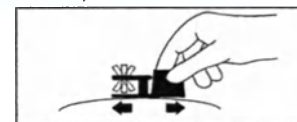

ABBILDUNG 7
- Der Pfeilrichtung auf dem Gerät folgen und die Unterseite des MAGNA-FINDER™ langsam vor- und rückwärts auf der Gewebeerfläche verschieben (siehe Abbildung 7). Der Magnet des MAGNA-FINDER™ zeigt die Position der Injektionsstelle auf einer Ebene an.